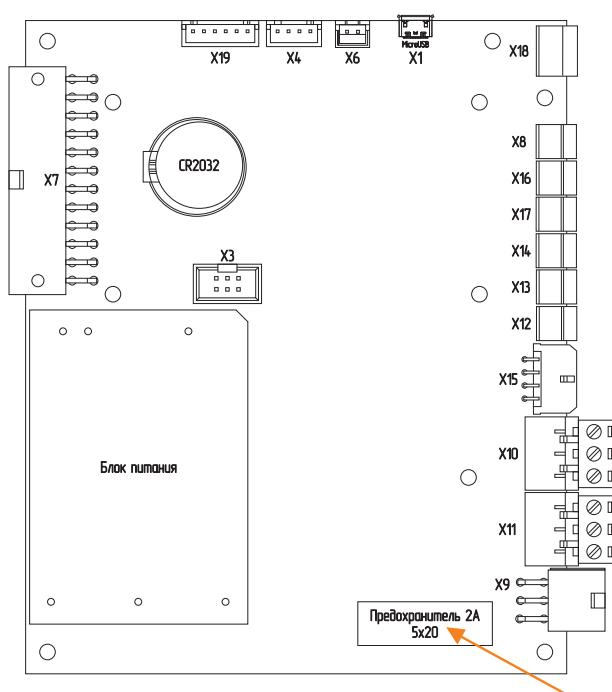

Рис.15 Плата контроллера
- замените предохранитель **Рис.15** (запасной предохранитель в базовой комплектации котла).